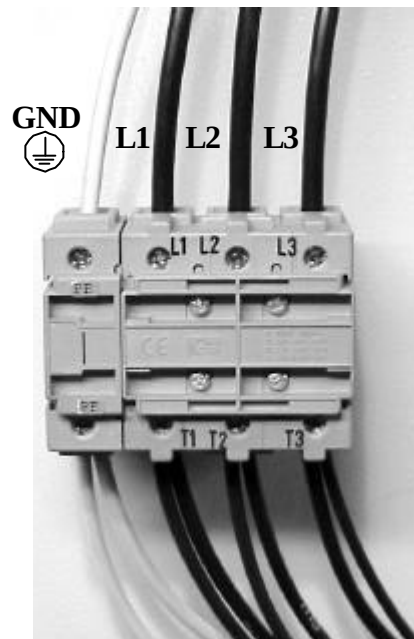

fig. 18b
- Connect the supply phases **L1, L2, L3** and the Ground wire to the Switch Disconnecter terminals see **fig. 18b**. Be careful with the position of the Ground wire.
- Conectar las fases de alimentación **L1, L2, L3** y el conductor de Tierra a los bornes del Interruptor Seccionador según **fig. 18b**. Prestar atención a la posición del conductor de tierra.
- Connecter les phases d'alimentation **L1, L2, L3** et le câble de Mise à Terre aux bornes de l'Interrupteur Sectionneur suivant **fig. 18b**. Faire attention à la position du câble de Mise à Terre.